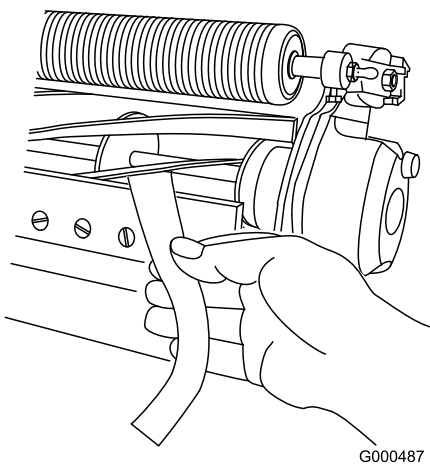

Figure 11
3. À une extrémité du cylindre, insérez une longue bande de papier journal entre le cylindre et la contre-lame (Figure 11). Tout en tournant lentement le cylindre en avant, tournez la vis de réglage de la barre d'appui dans le sens horaire (du même côté du cylindre), un cran à la fois, jusqu'à ce que le papier soit pincé légèrement lorsque vous l'introduisez par l'avant, parallèle à la contre-lame. Vous devriez sentir une légère résistance lorsque vous tirez sur le papier.
est inséré perpendiculairement à la contre-lame (Figure 11). Normalement, le papier doit être coupé avec un minimum de contact entre la contre-lame et les lames du cylindre. Si le cylindre semble frotter excessivement; il faudra éventuellement roder ou affûter les lames pour obtenir les tranchants nécessaires à une tonte de précision (voir le Manuel d'affûtage Toro).